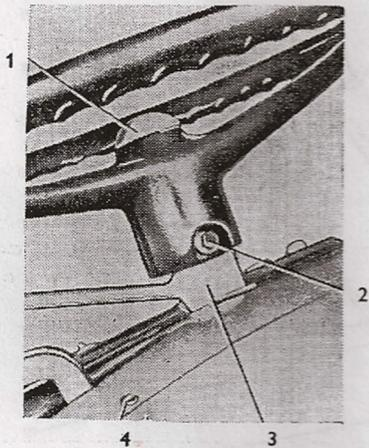

Fig. 88
6. Déposer le chapeau du volant de direction (fig. 88/1), retirer la goupille fendue, dévisser l'écrou à creneaux hors de l'arbre, et retirer le volant de direction en se servant de l'extracteur du volant de direction.
7. Dévisser le bouchon de vidange (fig. 88/2) de l'orifice de remplissage d'huile dans le boîtier de direction (le plein d'huile de ce boîtier est de 1,6 litre).
de manette d'accélérateur (fig. 88/3). Déconnecter la tringle de commande des gaz en retirant la rotule du levier de régulateur.
12. Dévisser les six vis M 5 (fig. 88/4) serrant le panneau contre le réservoir et écarter le panneau avec le levier hors de la colonne de direction.